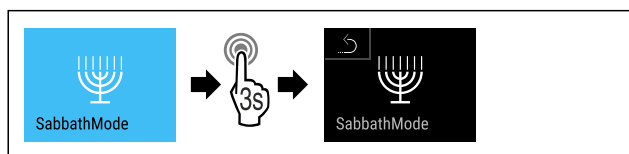

Fig. 14
- ▶ Provedte kroky postupu (viz Fig. 14).